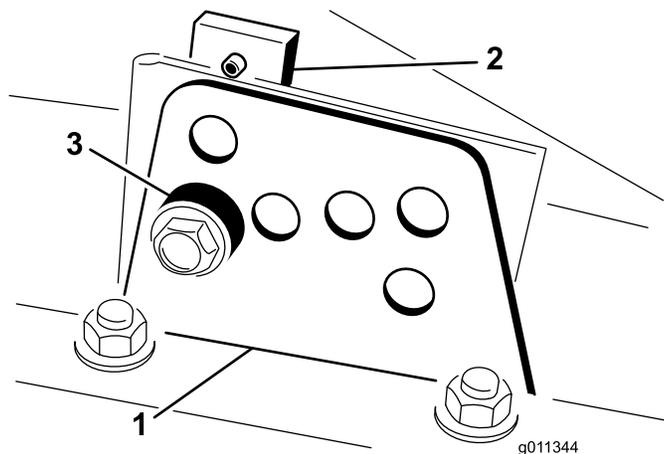

Рисунок 7
2. Ослабьте болт крепления каждого кронштейна высоты скашивания к пластине регулировки высоты скашивания (с передней и каждой боковой стороны) (Рисунок 7).